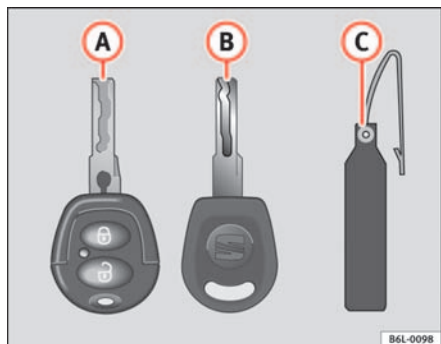

Fig. 46 Juego de llaves
- una llave con mando a distancia ⇒ fig. 46 A
Sólo es posible hacer duplicados con el número de la llave del llavero de plástico ⇒ fig. 46 B. Por este motivo: